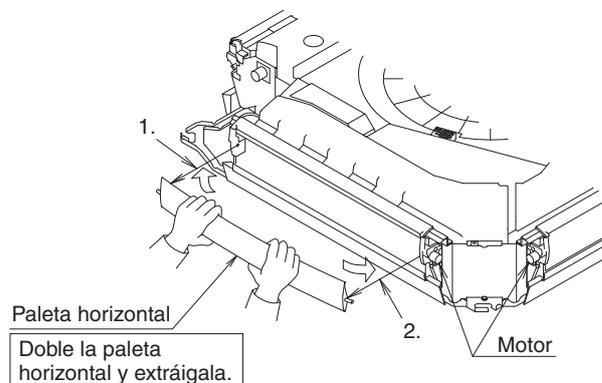

Fig. 10
### (1) Extraiga la paleta horizontal de la salida de aire a bloquear. (Refiérase a la Fig. 10 y Fig. 11)